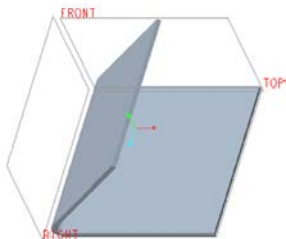

图 1-257 创建的拉伸壁
(6) 在“拉伸”选项卡中单击✔（完成）按钮，完成的拉伸壁作为第一壁，如图 1-257 所示。